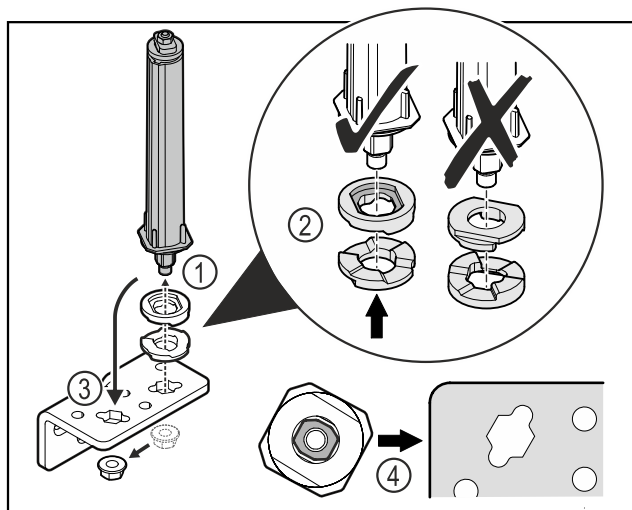

Fig. 20
- ▶ Otpustite maticu i skinite sustav zatvaranja vrata Fig. 20 (1).
- ▶ Pazite na ispravno poravnanje pločica za namještanje visine Fig. 20 (2).
- ▶ Premjestite sustav zatvaranja vrata u kutnim šarkama i pričvrstite ga maticom Fig. 20 (3).
- ▶ Pri umetanju pazite na ispravno poravnanje sustava zatvaranja vrata Fig. 20 (4).